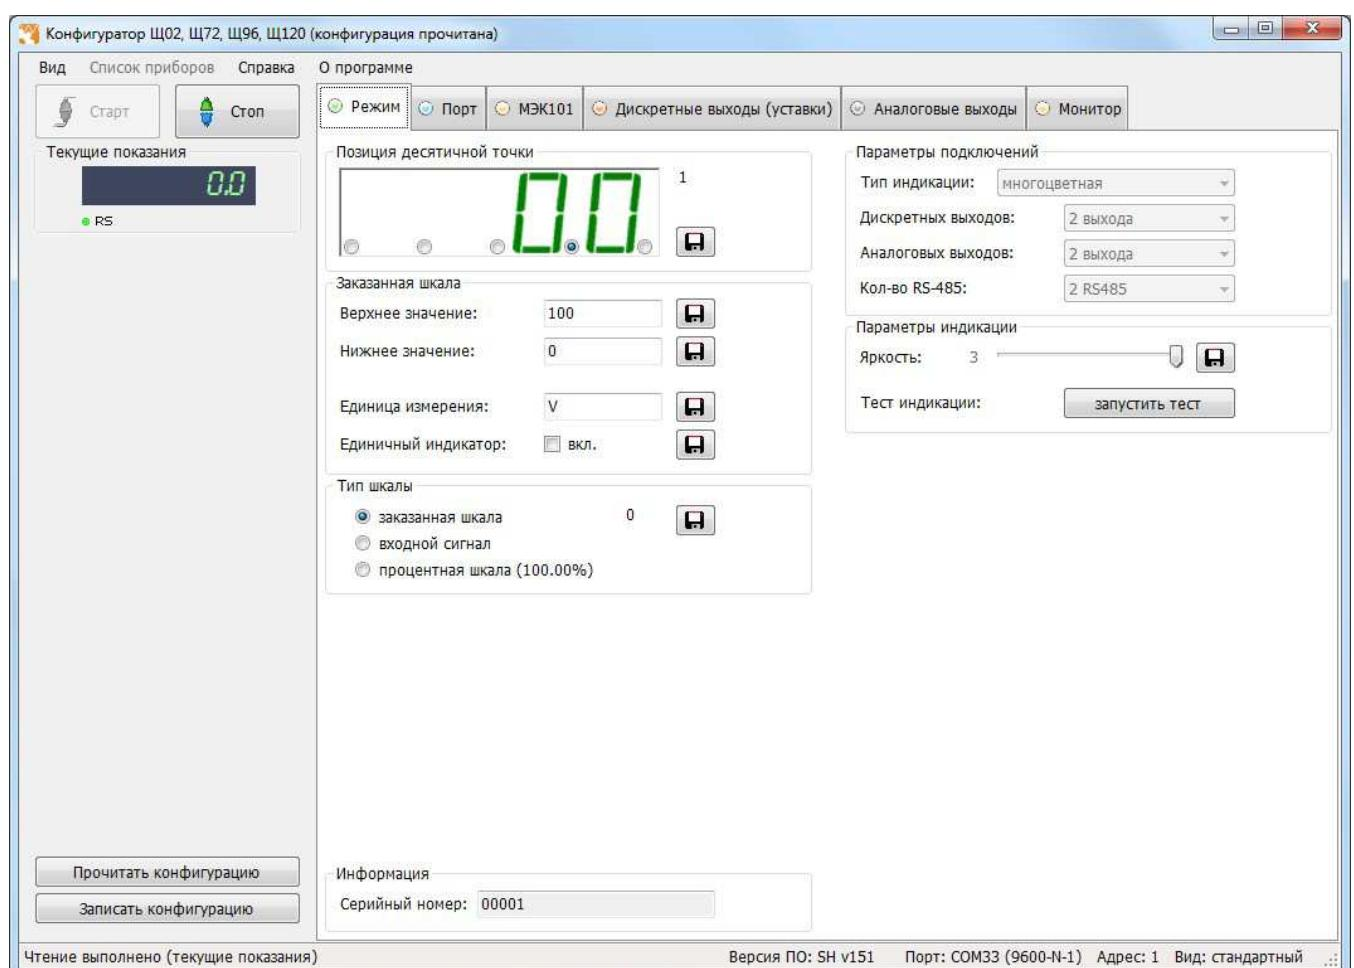

Рисунок 5.1 – Конфигуратор ЩП (вкладка «Режим», стандартный вид)
3.8.3.1 Основные (стандартные) настройки прибора осуществляются во вкладке «Режим» (рисунок 5.1, 5.2).
а) стандартный вид программы (рисунок 5.1):
3.8.3.2 Во время настройки прибора можно убедиться в том, что данные, полученные компьютером от прибора, совпадают с показаниями цифровых индикаторов прибора. Данные, показываемые на цифровых индикаторах прибора, идентичны значениям, отображаемым в поле «Текущие показания» программы-конфигуратора (рисунок 5.1, 5.2).